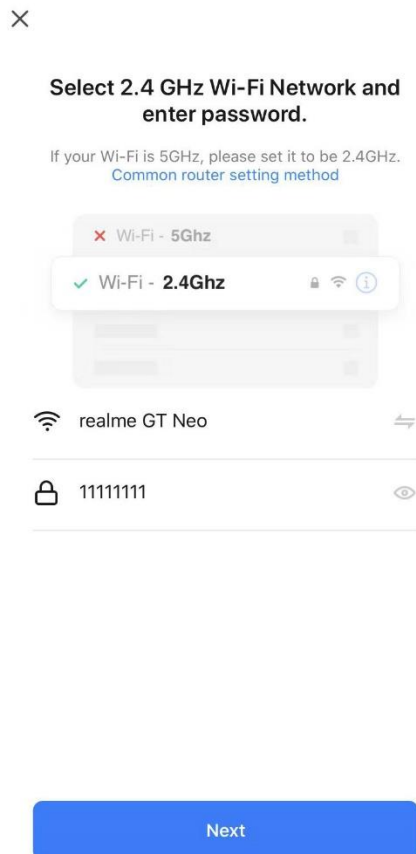
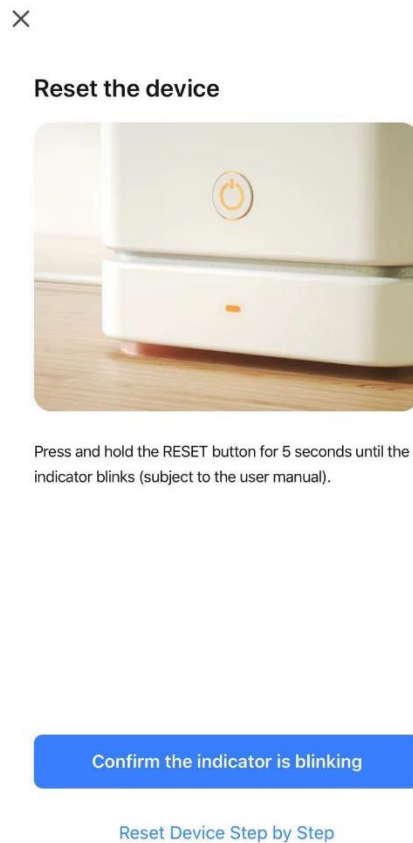
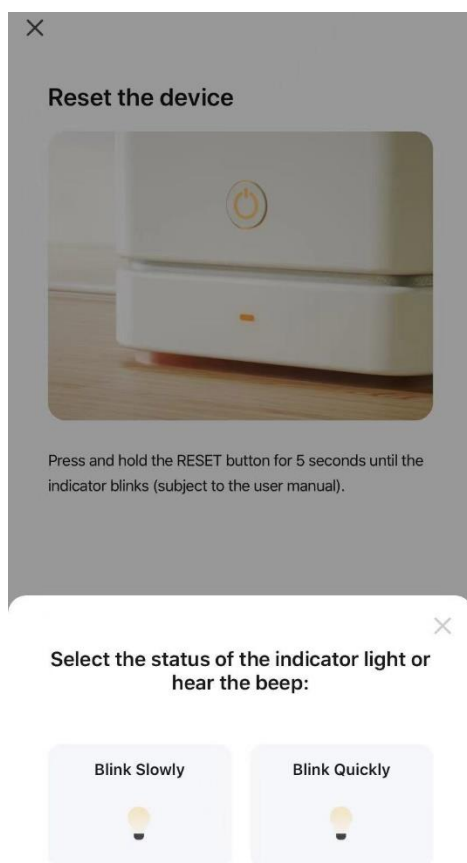

Fig.3
Fig.4
Fig. 5
- Inserte el conector de manguera (extremo del aparato de aire acondicionado) en los soportes de la parte posterior de la unidad. (**Fig. 3**)
- Coloque el otro extremo de la manguera de salida en el alféizar de la ventana cercana. (**Fig. 4**)
Recibirá un mensaje solicitando que use una red Wi-Fi de 2,4 GHz e introduzca la contraseña. (Fig.3) Seleccione «Next» (Siguiente) para obtener la Fig.4.
- 2) Seleccione «Confirm the indicator is blinking» (Confirmar que el indicador está parpadeando) en la Fig.4. Obtendrá la Fig. 5, en la que se solicita que seleccione el estado de la luz indicadora. Seleccione «Blink Quickly» (Parpadea rápidamente).
- 2) Seleccione «Confirm the indicator is blinking» (Confirmar que el indicador está parpadeando) en la Fig.4. Obtendrá la Fig. 5, en la que se solicita que seleccione el estado de la luz indicadora. Seleccione «Blink Slowly» (Parpadea lentamente).